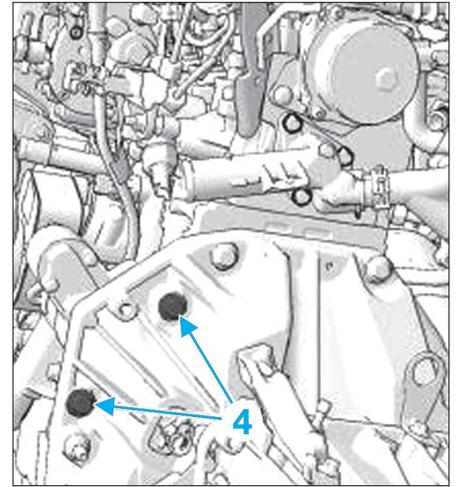

Fig. 8
- Déposer les deux vis de fixation (4) du démarreur (Fig.8).